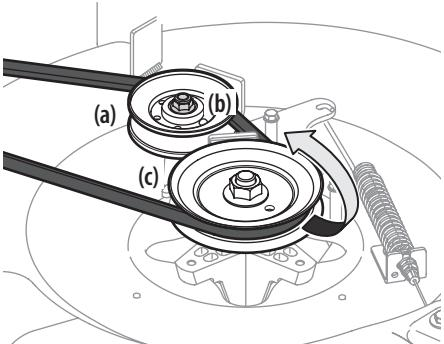

Figura 35
7. Afloje la polea loca (plataformas de 24" solamente) (a) para lo cual debe aflojar la tuerca de seguridad con brida (b) que la sujetá, lo suficiente para que quede una holgura para que pase la correa hacia afuera. Extraiga la correa sacándola de la polea de transmisión de la plataforma (c) y de la polea loca (a). Consulte la Figura 35.